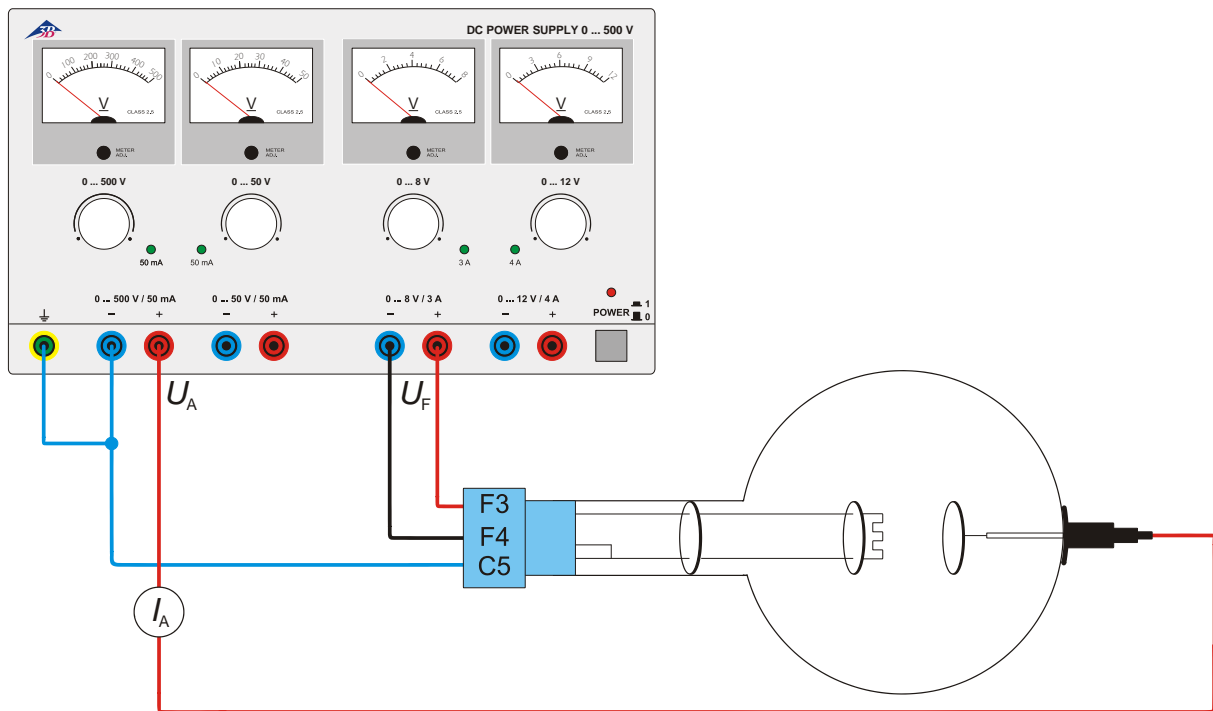

Fig. 1 Relation entre le courant anodique et la tension de chauffage et démonstration du courant anodique à l'aide d'un instrument de mesure
- Procédez au câblage comme le montre la fig. 1.
- Procédez au câblage comme le montre la figure 1.